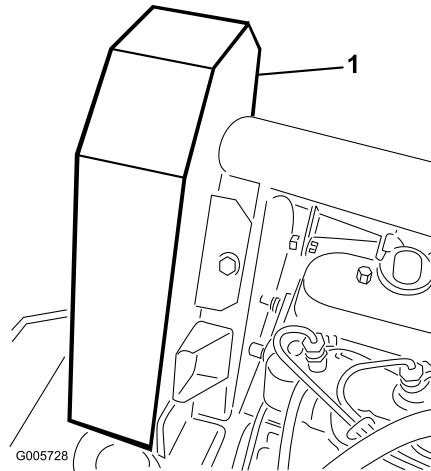

Figura 66
2. Retire os parafusos de capa (5) que fixam o resguardo da correia da ventoinha e retire o resguardo (Figura 66).
5. Instale o resguardo da correia da ventoinha e fixe-o com parafusos (Figura 66). Feche e bloquee o capot.
- Instale o resguardo da correia da ventoinha e fixe-o com parafusos (Figura 66). Feche e bloquee o capot.